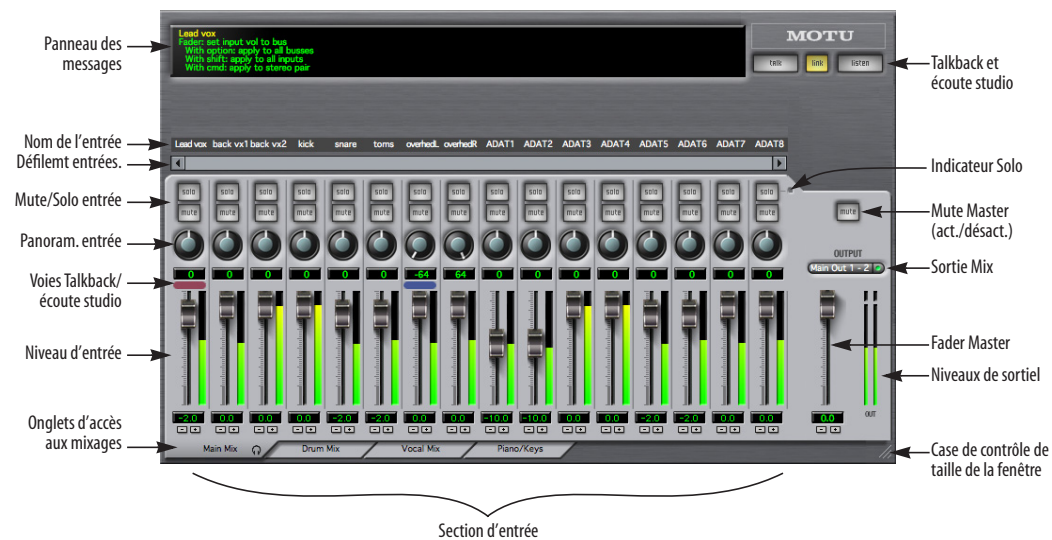

Figure 11-1: MOTU CueMix Console est une console de mixage virtuelle, permettant de contrôler toutes les fonctions de mixage intégrées à la 8pre.
La page d'écran de CueMix Console visualise un seul mixage à la fois. Pour choisir le mixage que vous désirez visualiser, cliquez sur son onglet, en bas de la fenêtre, comme indiqué dans la Figure 11-1. L'onglet est repéré par le nom du mixage : pour changer ce nom, il suffit de double-cliquer dessus.
Pour faire apparaître un mixage à l'écran, cliquez sur son onglet dans le bas de la fenêtre, comme le montre la Figure 11-1. L'onglet indique le nom du mixage.
Le bouton Mute master (Figure 11-1) permet de désactiver (couper) momentanément le mixage.
Le fader Master (Figure 11-1) permet d'agir sur le niveau global du mixage (son volume sur sa sortie stéréo). Pour agir sur chaque son séparément, utilisez les faders d'entrée séparés, dans la partie gauche de la fenêtre.
L'indicateur Solo (Figure 11-1) s'allume dès qu'une entrée est activée en mode Solo (même si elle se trouve hors écran).
Pour régler ces paramètres dans le mixage, utilisez le fader d'entrée et le potentiomètre de panoramique (Figure 11-1) de la voie. N'oubliez pas que tous les paramètres apparaissant dans la région des voies (fond gris clair) concernent uniquement le mixage sélectionné, donc visualisé. N'oubliez pas qu'une même entrée peut avoir des paramètres différents dans des mixages différents.
- 1 Sélectionnez le mixage source (Figure 11-1) puis choisissez Copier dans le menu Fichier (ou appuyez sur Ctrl-C).